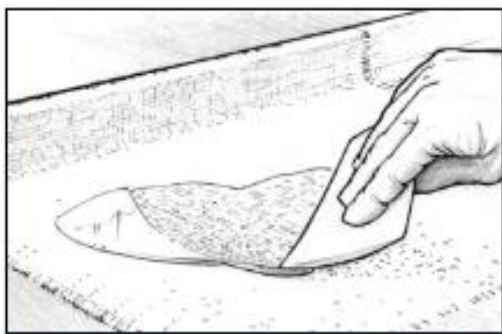

Рисунок 6-11 Распределите эпоксидную смолу с помощью пластикового скребка.
5. Распределите эпоксидную смолу по всей поверхности ткани с помощью пластикового шпателя, осторожно перемещая ее на сухие участки (*Рисунок 6-11*). Для пропитки ткани на вертикальной поверхности используйте поролоновый валик или кисть. Хорошо пропитанная ткань станет прозрачной. При нанесении ткани на пористую поверхность, убедитесь в том, что количество эпоксидной смолы достаточно для того, чтобы пропитать как ткань, так и поверхность под ней. Постарайтесь свести к минимуму движения шпателем. Чем больше движений на влажной поверхности, тем больше пузырьков воздуха остаётся в эпоксидной смоле. Это особенно важно, если требуется прозрачное покрытие (смотрите примечание ниже). Для пропитки ткани на горизонтальной поверхности, можно, как и в случае с вертикальной, использовать поролоновый валик и кисть.